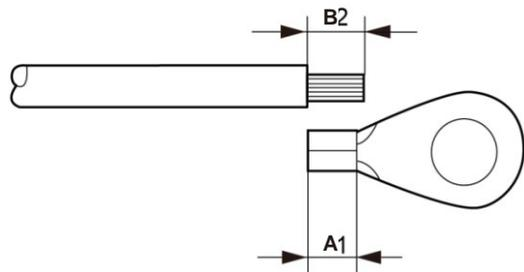

Figura 5.12 Comprimento
3. Descasque o isolamento do cabo de terra em um comprimento adequado (veja a Figura 5.12).